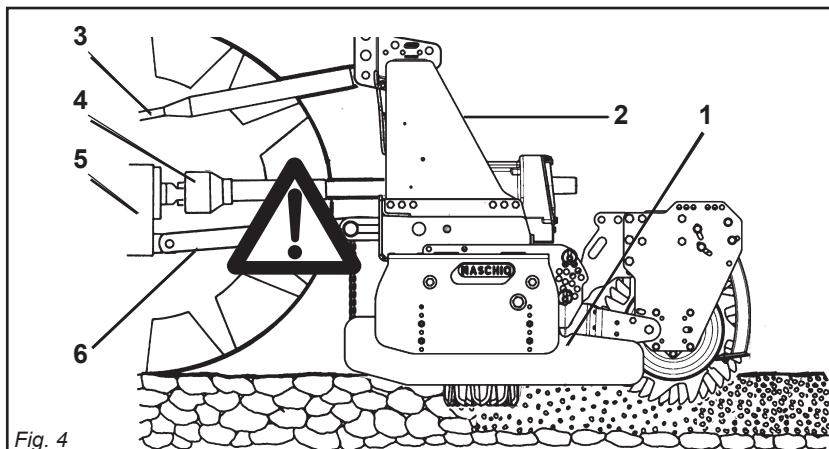

Fig. 4
- 25) È assolutamente vietato interporre tra il trattore e la macchina (Fig. 4) con motore acceso e cardano inserito nonché senza aver azionato il freno di stazionamento. Mantenersi ad una distanza di sicurezza dalla macchina in lavoro, per possibili lanci di corpi contundenti.
- 29) È assolutamente vietato interporre fra il trattore e l'attacco della macchina per manovrare il comando dall'esterno per il sollevamento (Fig. 4).